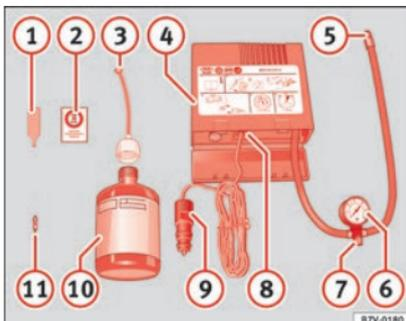

Fig. 60 Representação standard: conteúdo do kit antifuros.
- Desenrosque a proteção e o obus da válvula do pneu. Utilize o aparelho » **Fig. 60 1** para retirar o obus. Coloque-o numa superfície limpa.
- Agite com força a garrafa de vedante de pneus » **Fig. 60 10**.
- Enrosque o tubo de enchimento » **Fig. 60 3** na garrafa de vedante. O selo da garrafa partir-se-á automaticamente.
- Remova o tampão do tubo de enchimento » **Fig. 60 3** e enrosque a extremidade aberta do tubo na válvula do pneu.
- Volte a colocar o obus com o aparelho » **Fig. 60 1** na válvula do pneu.
- Enrosque o tubo de enchimento do pneu do compressor » **Fig. 60 5** na válvula do pneu.
- Verifique se o parafuso de evacuação de ar está enroscado » **Fig. 60 7**.
- Ligue o conector » **Fig. 60 9** a uma tomada de corrente de 12 volts do veículo » **Fig. 60 9**, **Página 145**.
- Ligue o compressor de ar com o interruptor ON/OFF » **Fig. 60 8**.
- Volte a verificar a pressão passado 10 minutos » **Fig. 60 6**, **Página 80**.